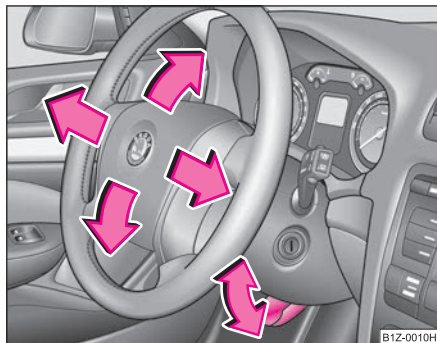

Fig. 127 Volan reglabil: Maneta de sub coloana volanului
- Îndreptați maneta de sub volan ⇒ fig. 127, în jos ⇒ ⚠.